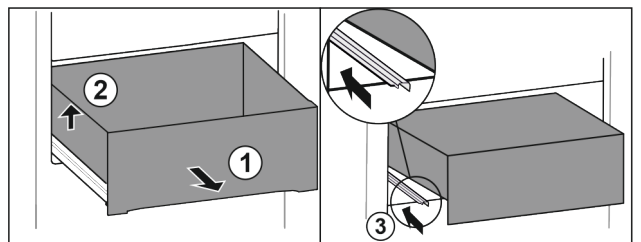

Fig. 14*
► Lade er volledig uittrekken Fig. 14 (1).*
► Lade links optillen Fig. 14 (2).*
► Linker rail erin schuiven Fig. 14 (3).*